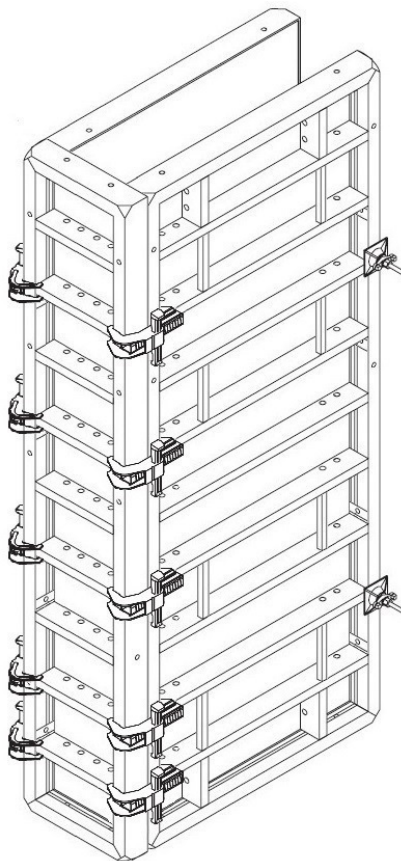

Рис. 46
- Элемент TRIO TR/MR 44 может быть использован как элемент для отторцовки стены. (Рис. 46)